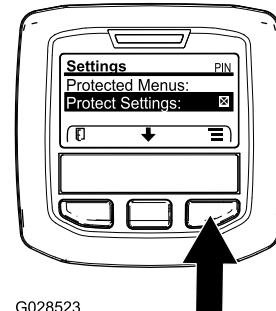

Figura 64
**Nota:** Se não existir um X na caixa à direita da entrada de definições protegidas, os submenus de rampa esquerda, rampa central, rampa direita e repor definições não estão bloqueados com PIN (Figura 64).
**Nota:** Surge um X na caixa à direita da entrada de Definições protegidas (Figura 64).